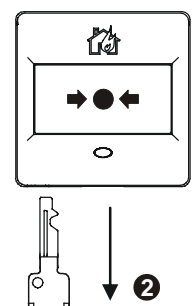

Fig. 10
2. To arm the manual call point, pull out the key again (Fig. 10).
2. Um den Melder scharf zu stellen, ziehen Sie den Schlüssel wieder heraus (Fig. 10).
2. Pour amorcer le détecteur, ressortez la clé (Fig. 10).